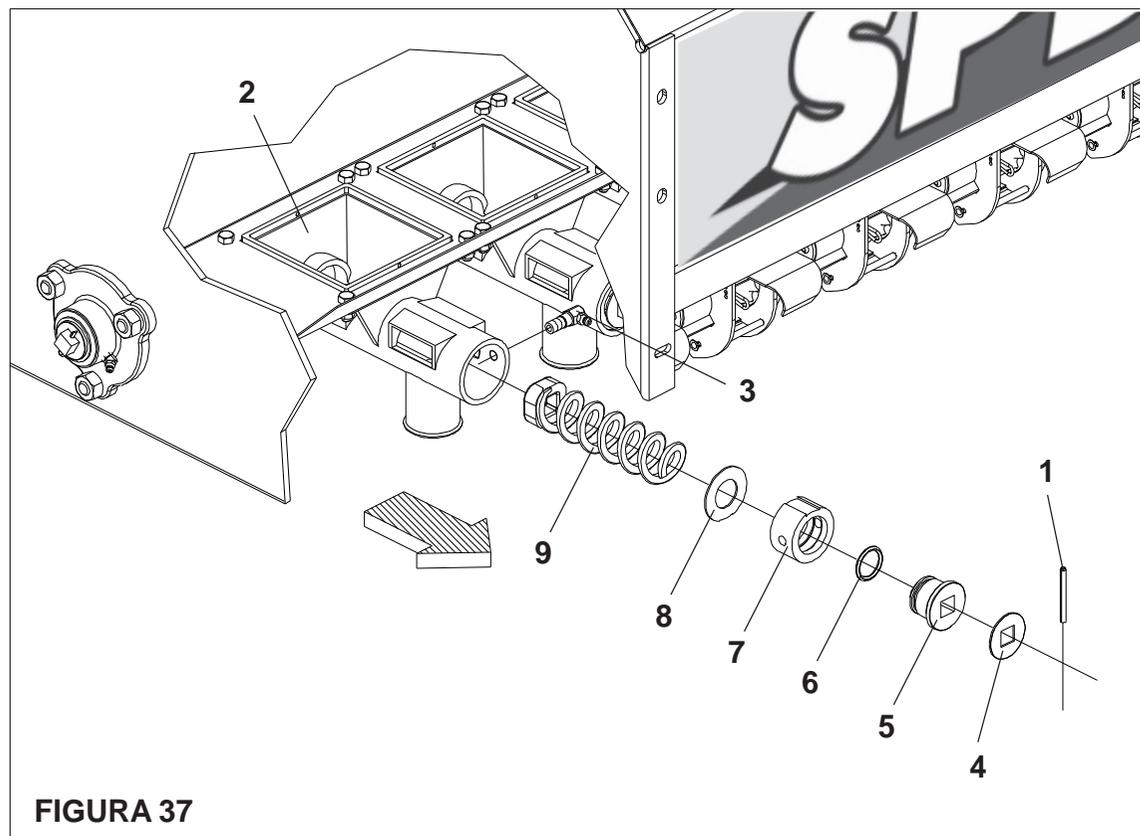

FIGURA 37
SISTEMA DE ABONO (FIGURA 37)
- Quite el perno elástico (1) de la parte trasera del sistema distribuidor (2). Enseguida, suelte el tornillo (3), quite la arandela (4), buje (5), anillo (6), buje (7), arandela (8) y finalmente el resorte (9) empujando hacia atrás, conforme el detalle de la **FIGURA 37**.